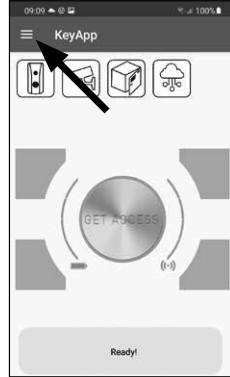

Abb. 74
- 2 Öffnen Sie das Hauptmenü (Abb. 74).